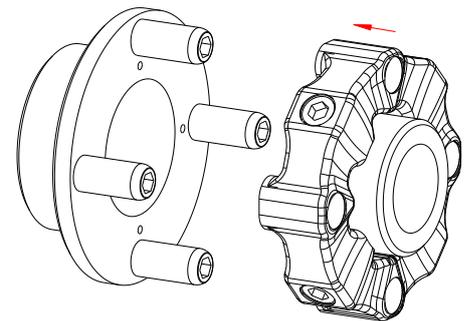

Bild 15: Montage der Kupplung
- Verschieben Sie vorzugsweise das Aggregat der Abtriebsseite mit montiertem Elastomerteil (Bauteil 1) in axialer Richtung, bis das Einbaumaß E erreicht ist. Richten Sie dazu die Bohrungen des Elastomerteils zu den Steckbolzen (Bauteil 5) aus (siehe Bild 15). Schieben Sie Aggregate vorzugsweise so weit zusammen, dass das Elastomerteil an der Nabe axial (Bauteil 3) oder an dem Flansch (Bauteil 4) bzw. an dem kundenseitigen Anbauteil anliegt.